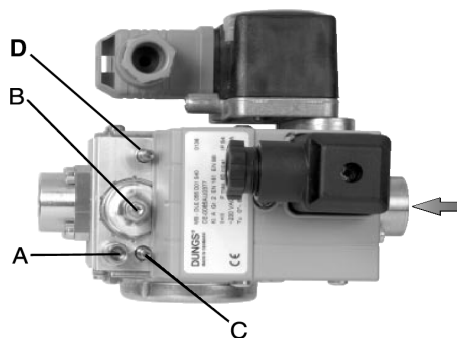
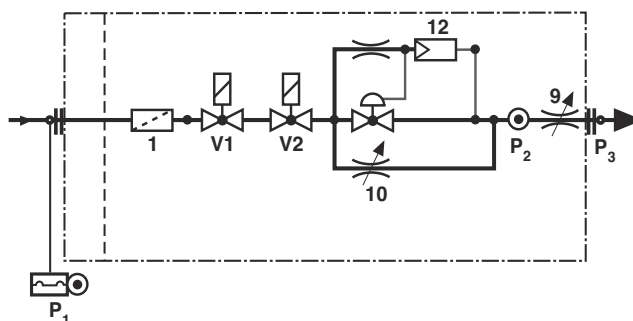

Fig. 8 -DUNGS MBC 65-DLE
Fig. 9
A. Toma de presión P2 (Fig. 8) antes de la válvula D
C. válvula de encendido (n.10 in Fig. 8)
D. válvula de caudal máximo (Nº 9 en Fig. 8)
- 1 desenroscar el tornillo **A** (Fig. 8) de la toma de presión y conectar el manómetro;
- 2 configurar al mínimo el regulador de presión, girando el tornillo de regulación **B** (Fig. 8) en sentido antihorario;
- 3 poner en funcionamiento el quemador; regular la llama durante la fase de encendido utilizando la derivación (by-pass) **C** (véase Nº 10 en Fig. 9). Girando en sentido horario, el caudal del gas disminuye, mientras que girando en sentido antihorario aumenta. Se recomienda no excederse en el caudal de encendido, ya que se podría perjudicar la eficiencia del estabilizador **B** (Fig. 8).
Intervenir en el regulador de presión hasta alcanzar el caudal deseado, mediante el tornillo de regulación **B** (Fig. 8): para aumentar el caudal, girar el tornillo en sentido horario, para reducirlo, girar el tornillo en sentido antihorario.
La válvula de regulación **D** del reductor de la cantidad del gas principal ha sido abierta por completo en fábrica: no se debe modificar la posición de la misma. Después de haber realizado todas las regulaciones, retirar el manómetro y volver a enroscar el tornillo de cierre **A** (Fig. 8) en la toma para el manómetro.